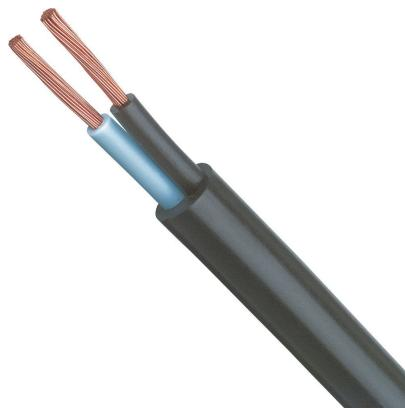

Figura 6.22: Cabo flexível pp 2X2,5mm² com extremidade descascada.
Passo 13 - Descascar as extremidades do cabo pp 2X2,5mm², conforme a Figura 6.22.